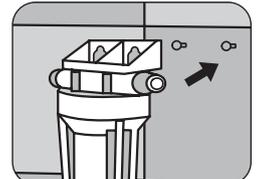

Fig. 21
6. Colgar el purificador en los tornillos de la pared. (Ver Fig. 21).